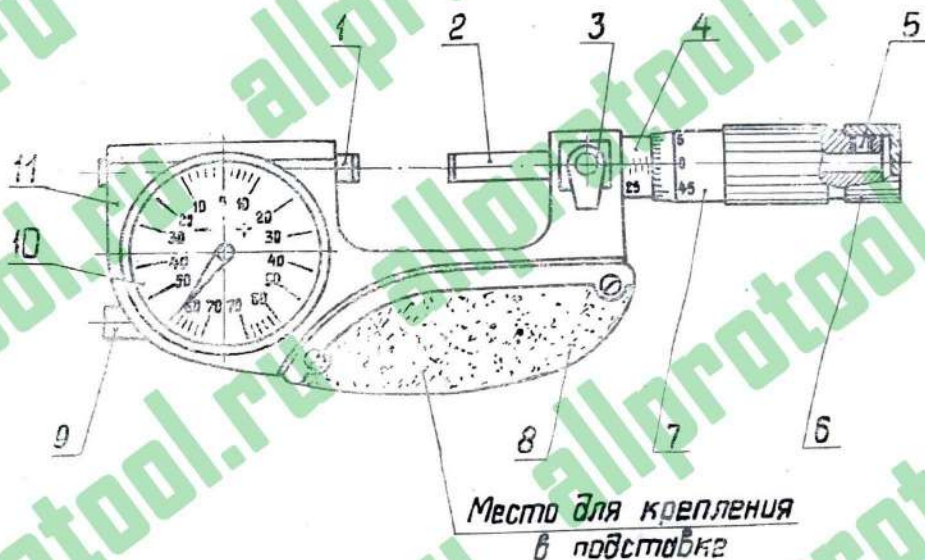

Рис. 1. Микрометр рычажный с ценой деления 0,001 мм типа МРП
6.1. Проверьте перед измерением микрометром нулевое положение и при необходимости установите его. Откройте для установки нулевого положения колпачок 6 (рис. 1).
6.5. Зажимайте микровинт в подставке без пережима только в место, указанное на рис. 1, предварительно подложив мягкий материал.